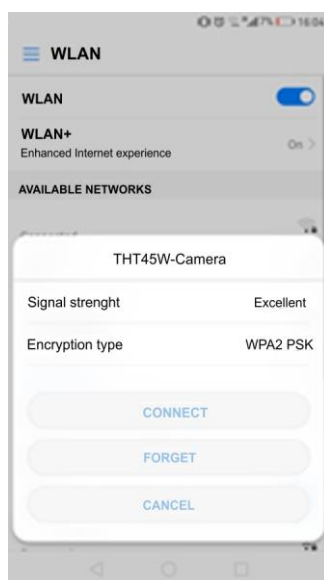

Fig. 40: Esempio di collegamento WiFi dello strumento
2. Accendere il dispositivo mobile ed eseguire la ricerca dello strumento "THT45W-Camera" nelle impostazioni del collegamento WiFi (vedere esempio di Fig. 40)